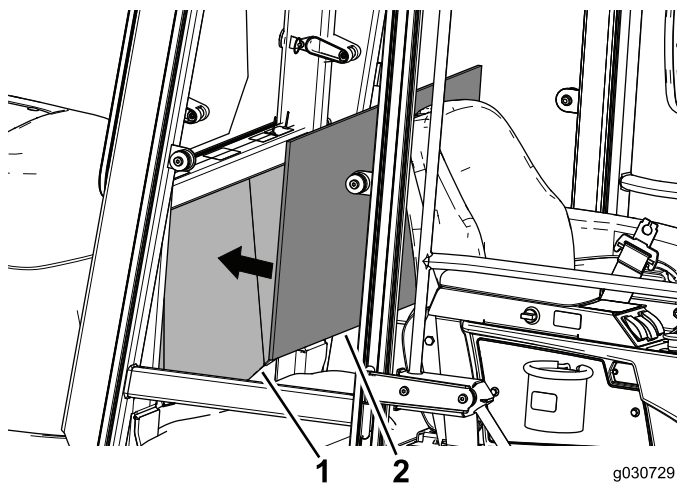

Figura 29
2. Alinee el panel tapizado, con el centro del panel trasero en el interior de la cabina, para verificar su posición y encaje (Figura 29).